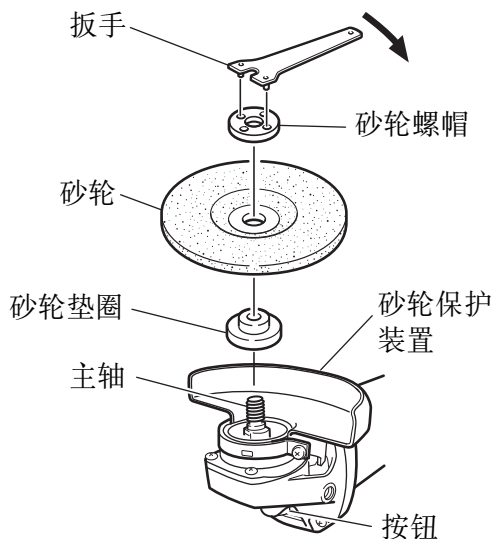

图 5
砂轮的组装与分解（图 5）
1. 组装（图 5）
如图 5 所示，用附带的扳手拧紧砂轮螺帽。